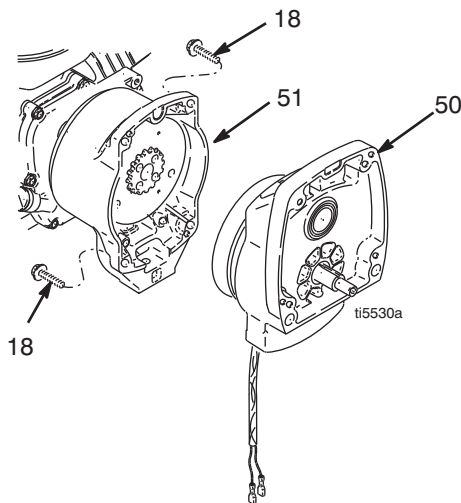
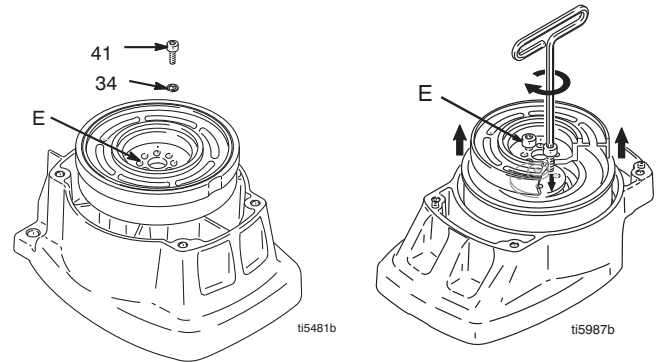

FIG. 3
FIG. 4
- a. Retirer les deux vis (91) et rabattre le boîtier (77) vers le bas.
4. FIG. 3. Enlever les quatre vis (18) et la pignonnerie (50).
5. FIG. 4. Placer la pignonnerie (50) sur un établi avec le rotor orienté vers le haut.
6. Enlever les quatre vis (41) et les rondelles (34). Introduire deux vis dans les trous taraudés (E) du rotor. Serrer alternativement les vis jusqu'à ce que le rotor sorte.
9. FIG. 4. Placer le pignon sur un établi avec le rotor orienté vers le haut.
10. Enduire les vis de loctite. Mettre les quatre vis (41) et les rondelles (34) en place. Serrer alternativement les vis à 125 in-lb jusqu'à ce que le rotor soit bien serré. Utiliser les trous taraudés pour maintenir le rotor.
11. FIG. 3. Fixer la pignonnerie (50) avec quatre vis (18).
12. FIG. 4. Connecter les connecteur d'embrayage (A) et (B) sur la platine de commande.
① Face du carter d'embrayage
② 1,550 ± 0,010 in. (39,37 ± 0,25 mm)
③ Serrer à 125 ± 0,10 in-lb (14 ± 1,1 N·m)
④ Chanfreiner ce côté